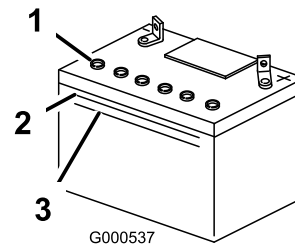

Figura 43
- Mire hacia el lateral de la batería. El electrolito debe llegar a la línea superior (Figura 43). No permita que el electrolito esté por debajo de la línea inferior (Figura 43).
- Retire los tapones de ventilación de la batería (Figura 43).
- Vierta lentamente agua destilada en cada célula de la batería hasta que el nivel de electrolito llegue a la línea superior (Figura 43) de la caja de la batería.
- Espera de 5 a 10 minutos después de llenar las células de la batería. Añada agua destilada, si es necesario, hasta que el nivel de electrolito llegue a la línea superior (Figura 43) de la caja de la batería.